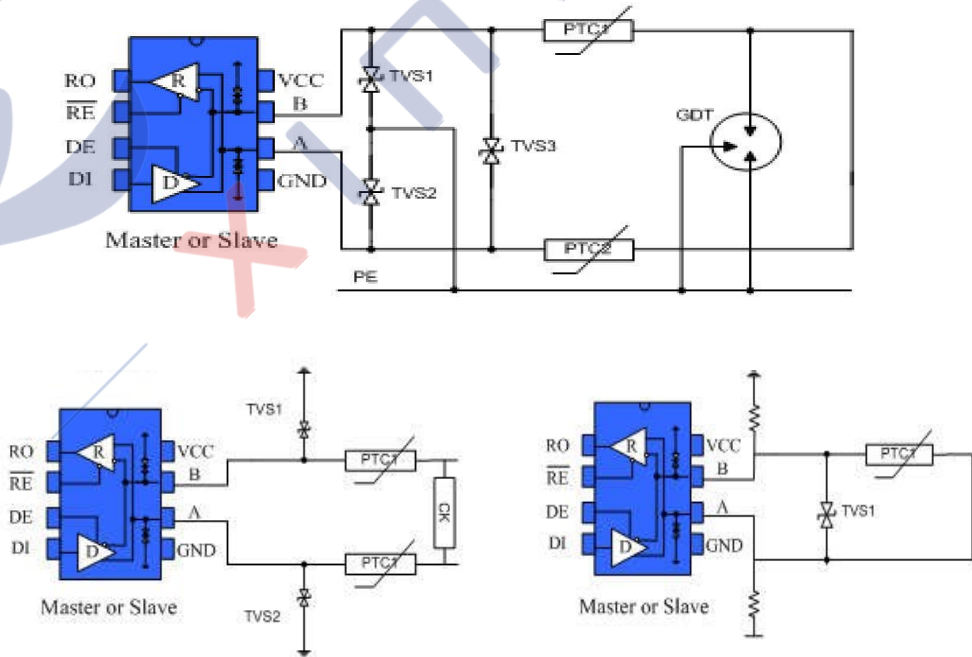

图 11 端口防护方案
**总线端口防护：**在恶劣的环境下，RS485 通讯端口通常都做好静电防护、雷击浪涌防护等额外的防护，甚至还需要做好防止 380V 市电接入的方案，以避免智能仪表、工控主机的损坏。图 11 为常见的 3 种 RS485 总线端口防护方案。第一种为 AB 端口分别并联 TVS 器件到保护地，AB 端口之间并联 TVS 器件、AB 端口分别串联热敏电阻、并接气体放电管到保护地形成三级保护的方案；第二种为 AB 分别并联 TVS 到地、串联热敏电阻，AB 之间并联压敏电阻的三级防护方案；第三种为 AB 分别接上下拉电阻到电源与地，AB 之间接 TVS，A 或 B 某一端口接热敏电阻的方案。